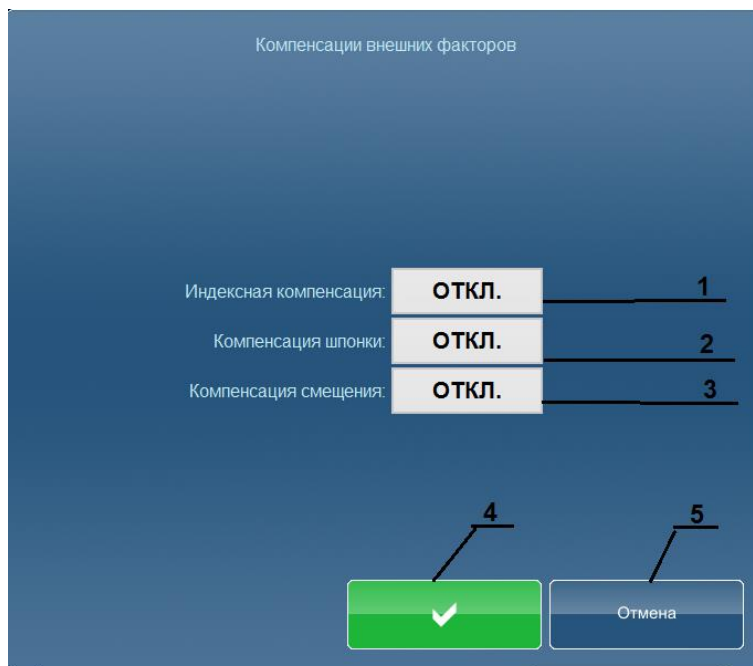
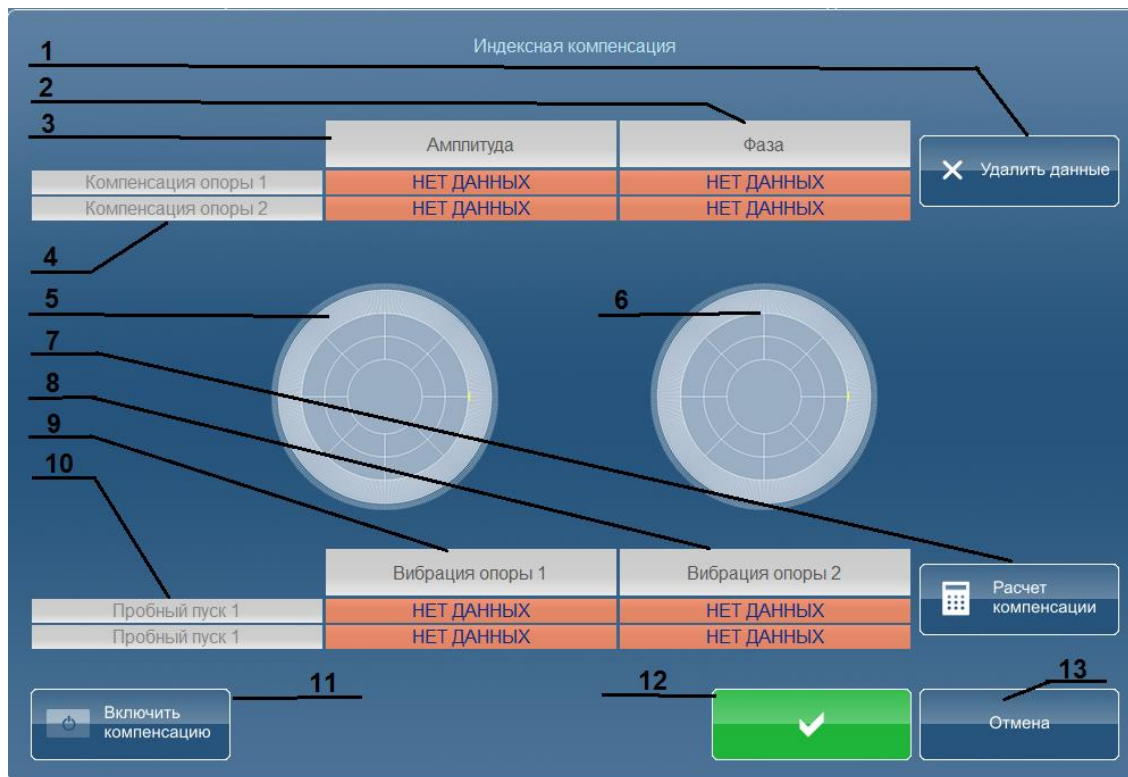
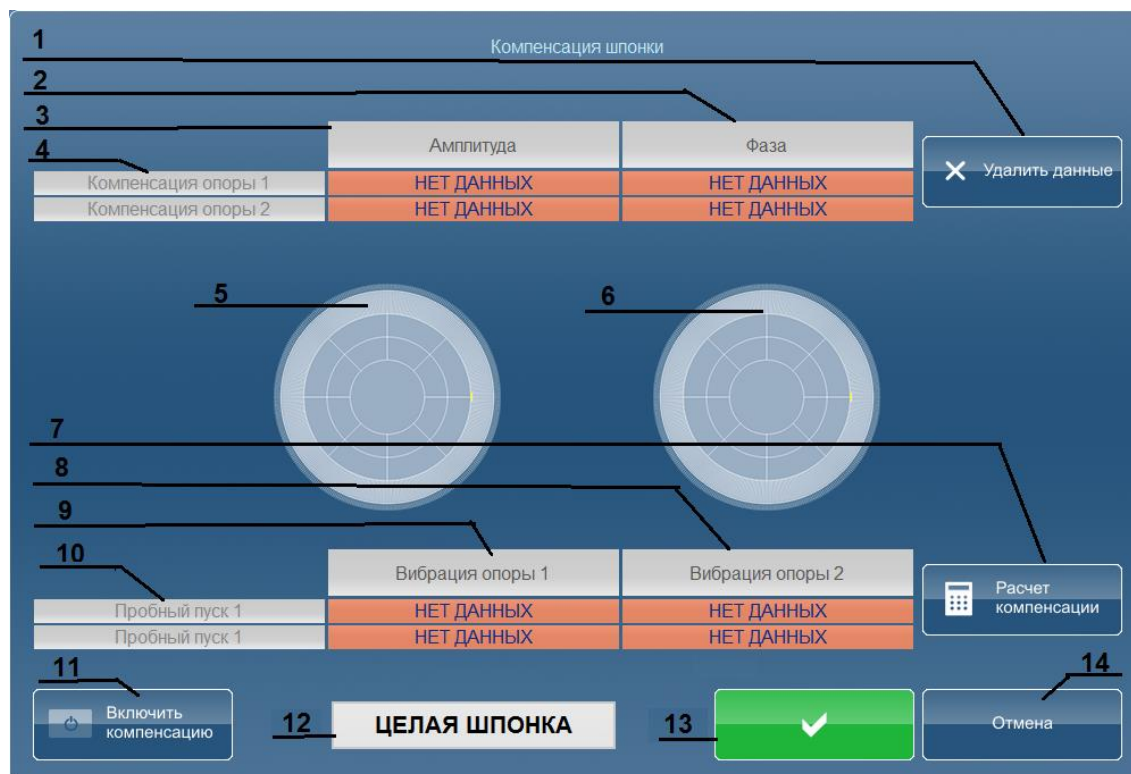

Рис.9.5.1
Рис.9.5.2
Рис.9.5.3
Для вывода окна «Индексная компенсация» (рис.9.5.2) нажмите на поле «Индексная компенсация» в окне «Компенсация внешних факторов» (см.рис.9.5.1. поз.1).
Порядок действий (см.рис.9.5.2):
- Нажмите на поле «Индексная компенсация» для открытия окна «Индексная компенсация» (см.рис.9.5.1.поз.1);
- Нажмите кнопку «Включить компенсацию» (см.рис.9.5.2.поз.11);
Для расчета новых значений индексной компенсации без использования данных пробного пуска №1 (см.рис.9.5.2.поз.10) удалите их с помощью кнопки «Удалить данные» (см.рис.9.5.2.поз.1).
Для вывода окна «Компенсация шпонки» (рис.9.5.3) нажмите на поле «Компенсация шпонки» в окне «Компенсация внешних факторов» (см.рис.9.5.1.поз.2).
- Нажмите на поле «Компенсация шпонки» (см.рис.9.5.1.поз.2);
- В окне «Компенсация шпонки» в поле **«Целая шпонка/полушпонка/виртуальная шпонка»** выберите тип шпонки (см.рис.9.5.3.поз.12). При выборе физической шпонки она должна быть **удалена** из посадочного места;